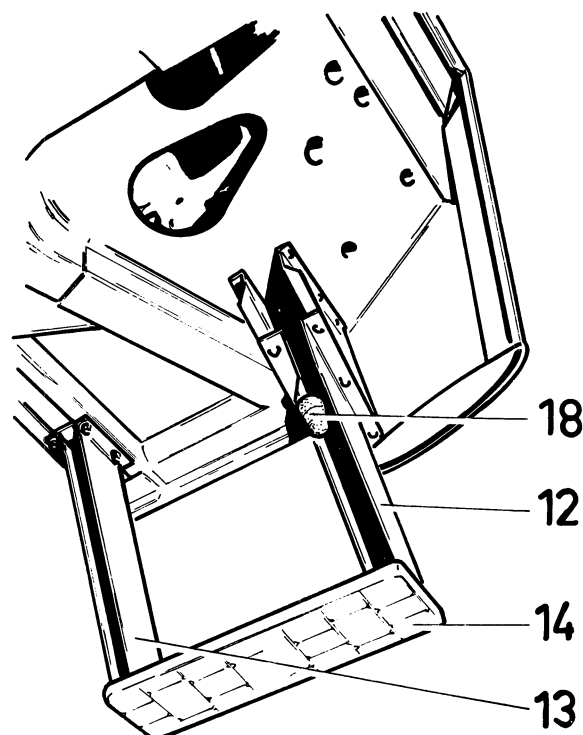

Fig. 4.
2. Breng de zuilen voor de opstap (12 en 13) (fig. 4) aan.
2. Poser les contremarches (12 et 13) (fig. 4).
4. Poser l'aile (15) contre la cabine.
5. La bande en caoutchouc (16) est coïncée entre la cabine et le profilé de renforcement métallique (17).
6. Poser le tampon caoutchouc (18) et le support contre la contremarche (12). Le tampon caoutchouc sera seulement fixé dans la bonne position au moment où la cabine est posée sur le châssis. (Voir page 28, point 22.)
22. Stel de stand van de bumpstoppen (18) (fig. 4) links en rechts. De bumpstoppen moeten het chassis juist raken. Het afstellen geschiedt door de bevestigingsbouten los te draaien, de bumpstop op de juiste plaats op de zuil van de opstap (12) te verschuiven en de bevestigingsbouten weer vast te draaien.
22. Régler la position des tampons à gauche et à droite (18) (fig. 4). Il faut que les tampons frôlent le châssis. Le réglage s'effectue en desserrant les boulons, et en glissant les tampons sur la colonne du marche-pied (12) jusqu'à ce qu'ils se trouvent dans la bonne position; ensuite, resserrer les boulons.